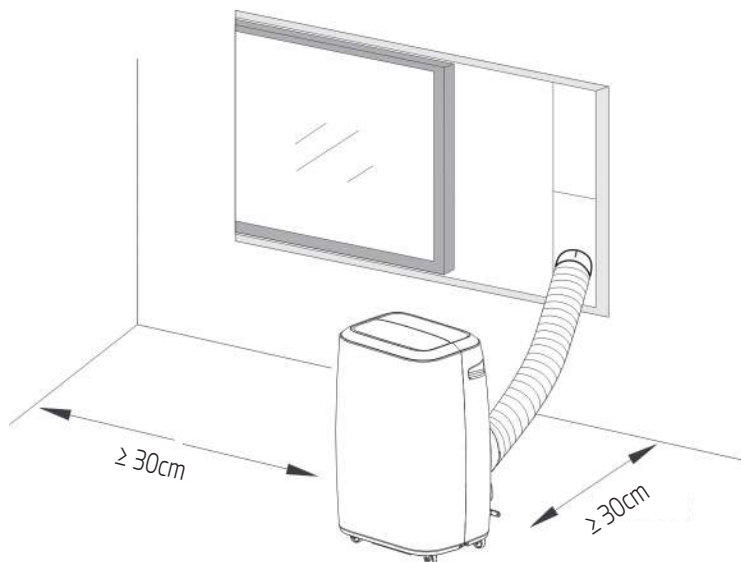

Fig. 8
- Il condizionatore deve essere installato su una superficie piana e ben aerata. Non ostruire l'uscita dell'aria e rispettare la distanza minima di circa 30 cm. (Vedere la Fig. 8)